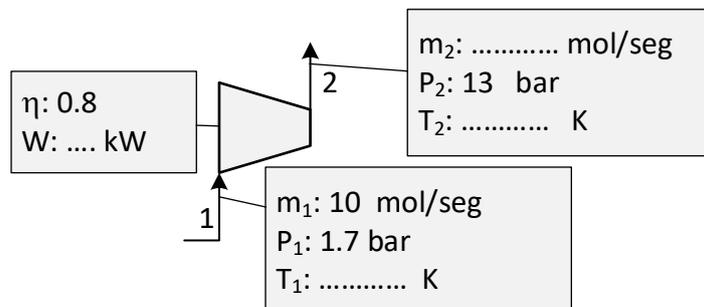

Figura 3. Modelado de un compresor (conociendo la presión de descarga)
- II. Una vez conocidas las condiciones de entrada al compresor se puede calcular sin problemas la salida de este. En la Figura 3 se muestran los datos necesarios para la resolución de la evolución en el compresor.